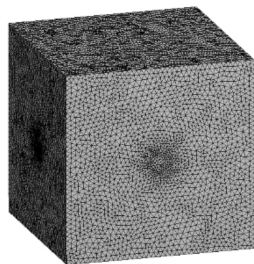

图 12-34 网格划分
(3) 生成网格：右键单击【Mesh】→【Generate Mesh】，图形区域显示程序生成的网格模型，如图 12-34 所示。
(4) 网格质量检查：在导航树里单击【Mesh】→【Details of “Mesh”】→【Quality】→【Mesh Metric】=Jacobian Ratio，显示 Jacobian Ratio 规则下网格质量详细信息，平均值处在好水平范围内，展开【Statistics】显示网格和节点数量。